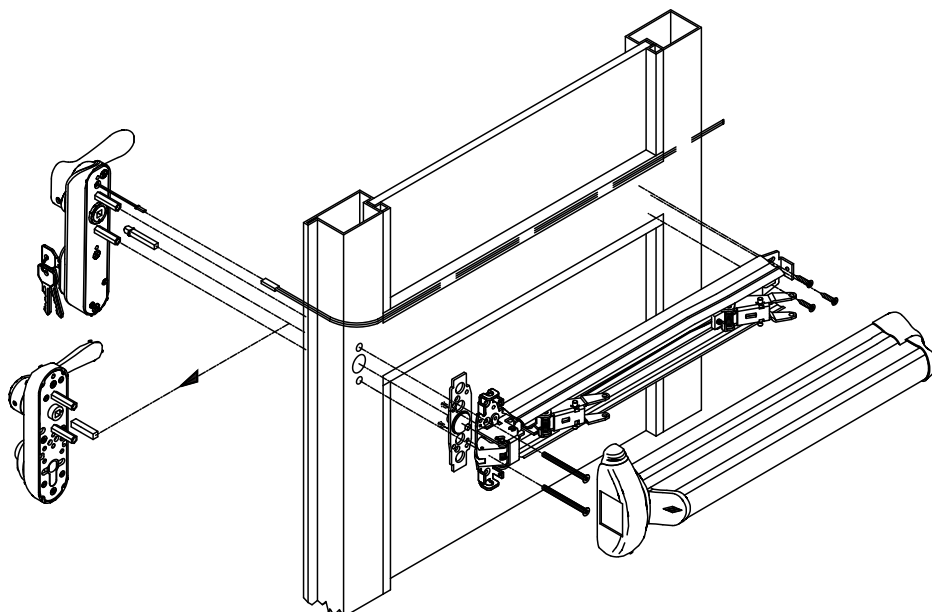
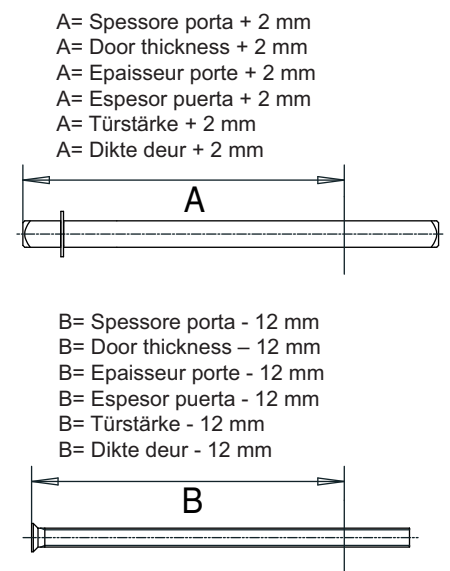

FIG. 6
FIG. 7
IT PREDISPOSIZIONE DELLA PORTA TAGLIAFUOCO PER IL MONTAGGIO CON MANIGLIONE AD APPLICARE CON ELETTROMANIGLIA art. 1.07074.80.0 (Fig. 6 - Fig. 7)
- 3B. tagliare quadri e viti secondo le dimensioni indicate in fig. 7;
EN PRE-SETTING A FIRE DOOR FOR INSTALLATION OF A RIM VERSION PANIC EXIT DEVICE WITH ELECTRIC HANDLE item 1.07074.80.0 (Fig. 6- Fig. 7)
FR PREPARATION DE LA PORTE COUPE-FEU POUR LE MONTAGE DE LA BARRE ANTI-PANIQUE A APPLIQUER DOTEE D'UN DISPOSITIF ELECTRIQUE art. 1.07074.80.0 (Fig. 6 - Fig. 7)
- 3B. couper tableaux et vis en respectant les dimensions indiquées sur la fig. 7 ;
ES PREPARACIÓN DE LA PUERTA CORTAFUEGOS PARA EL MONTAJE CON BARRA APLICADA CON ELECTROMANILLA Art. 1.07074.80.0 (Fig. 6 - Fig. 7)
- 3B. Corte los cuadrados y tornillos según las dimensiones indicadas en la Fig. 7;
DE VORBEREITUNG DER BRANDSCHUTZTÜR FÜR DIE MONTAGE EINER BETÄTIGUNGSSTANGE IN AUFSETZAUSFÜHRUNG MIT ELEKTRODRÜCKER Art. 1.07074.80.0 (Abb. 6. - Abb. 7)
- 3B. Die Vierkantstäbe und die Schrauben auf die in Abb. 7 angegebenen Maße ablängen;
NL VOORBEREIDING VAN DE BRANDDEUR OP MONTAGE VAN ELEKTRISCHE HANDGREEP VOOR MONTAGE art. 1.07074.80.0 (Fig. 6 - Fig. 7)
- 3B. snijd vierkantstiften en schroeven op de afmetingen die staan aangegeven in fig.7;